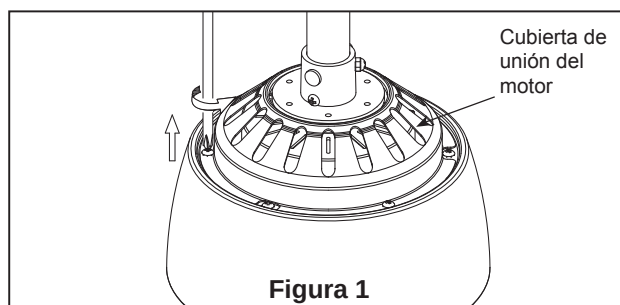

Figura 1
- ☐ **1.** Levante la carcasa superior de la unidad del motor tras haber desatornillado los tres tornillos. (Figura 1)